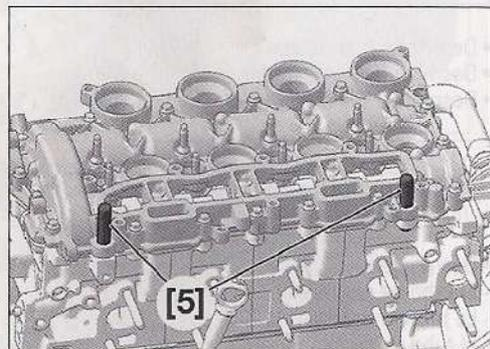

FIG. 88
- Colocar el útil [3] (Fig.88).